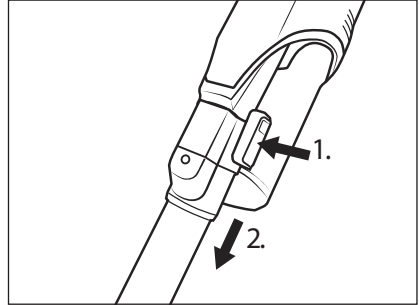

Abb. 11
- ♦ Um das Saugrohr **24** vom Gerät zu entfernen, halten Sie die Saugrohr-Entriegelungstaste **25** gedrückt und ziehen Sie das Saugrohr **24** von der Saugöffnung des Gerätes ab (siehe Abb. 11).